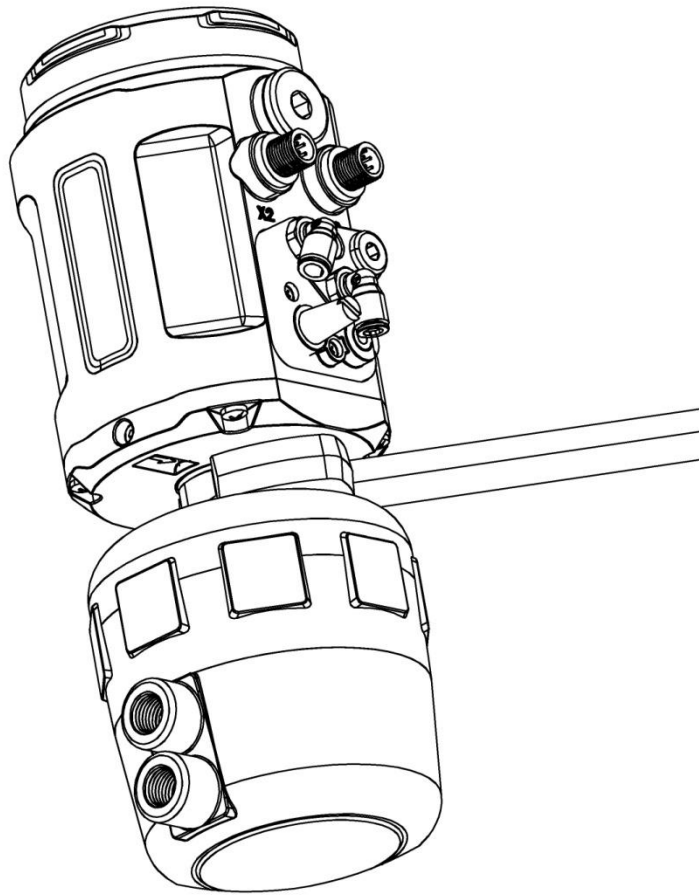

图7. 定位器与执行器组装
4. 将执行器内部阀杆升到最高位置，用 32 号扳手将定位器底部的执行器连接组件右旋入到执行器对应螺纹接口，并确保旋紧连接组件。如图 7 所示。
若需要调整定位器操作界面角度，松开 A 处的内六角紧定螺钉后（如图 7 所示），顺时针或逆时针 180°范围内调整到需要的角度，再拧紧紧定螺钉。